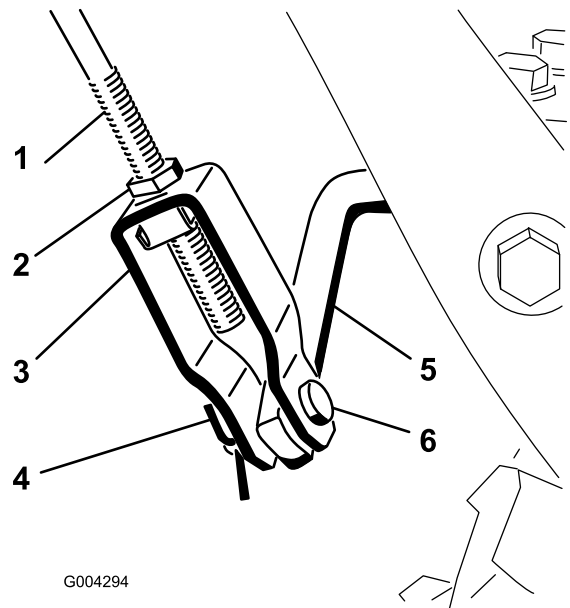

Figura 8
1. Allentate il controdado sopra il cavallotto con perno, sull'asta di comando superiore (Figura 8).
2. Allineate i fori del cavallotto con perno con l'asta di comando inferiore, ed inserite il perno del cavallotto (Figura 8).
- C. Avvitare il cavallotto verso l'alto o il basso, per aumentare o ridurre la distanza fra l'impugnatura e la leva di comando della coclea/ventola (Figura 8).
6. Una volta effettuata la regolazione, inserite il cavallotto con perno e fissatelo con la coppiglia (Figura 8).
7. Serrate il controdado, per fissare il cavallotto con perno (Figura 8).